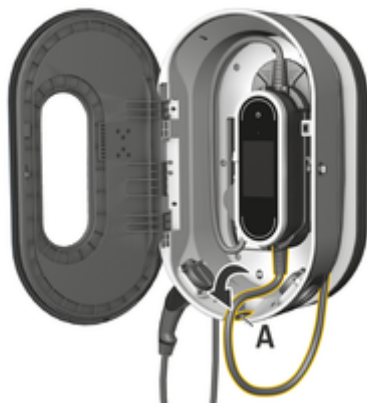

Fig. 41 Insertion du module de commande
3. Acheminez le câble du véhicule jusqu'à l'ouverture A (Fig. 41) et enroulez tout excès de câble autour de la borne de recharge.